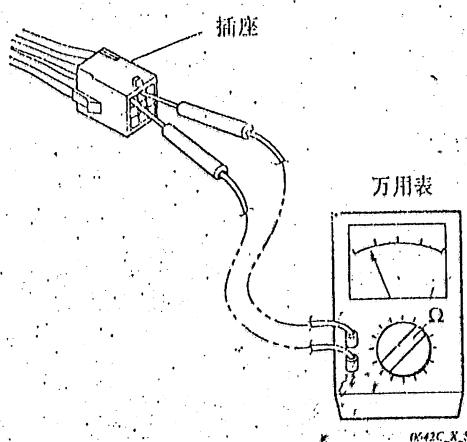

图 44
(2) 保护装置的检查
- 然后，如图44所示，检查插销(和/或插座)的端子之间的连接性。